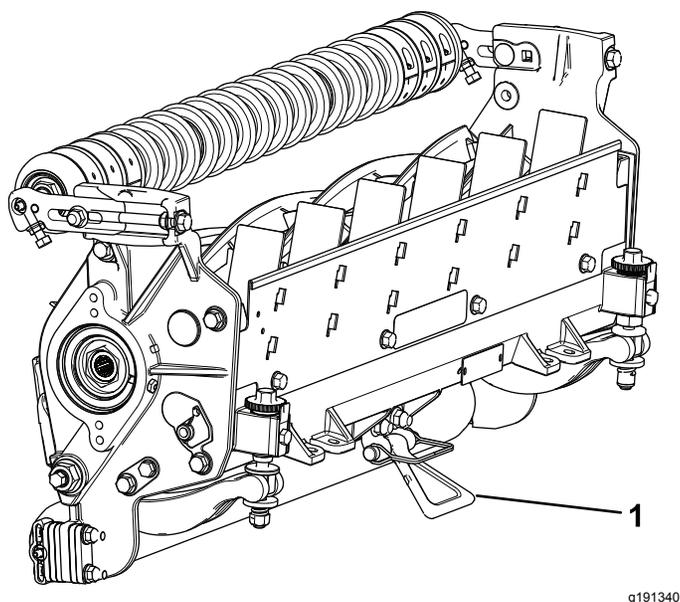

**Figura 12**
2. Rode os parafusos de ajuste da barra de apoio no sentido contrário ao dos ponteiros do relógio para assegurar que a barra de apoio não entra em contacto com o cilindro (Figura 12).